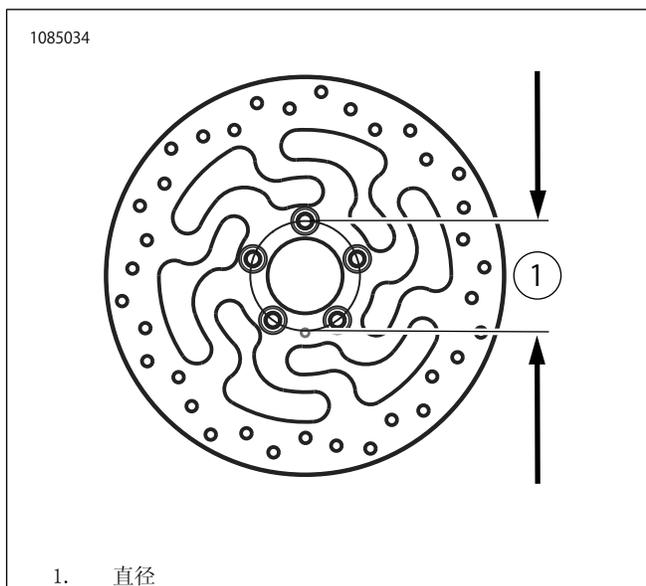

図1。ディスクマウント穴の直径
1. 図1を参照してください。既存のフロントホイールアッセンブリーを取り外して分解します。フロントブレーキディスクの直径が3.25インチでない場合は、ディスクを廃棄してください。アクスル、アクスルナットおよびホイールスペーサーをキット取り付け用に保管します。サービスマニュアルを参照してください。